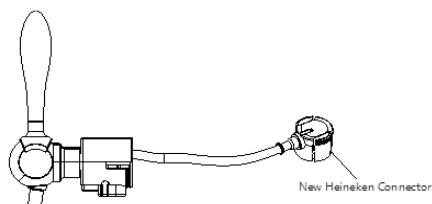

Figure 5 (*Pour un fût de 5 litres uniquement*)
6. Alignez le dispositif de vanne de sortie de la bière verticalement avec la le raccord du fût de bière au milieu de la surface supérieure de celui-ci et enfoncez-le immédiatement dans le fût de bière. Lorsque vous entendez un clic, cela indique que le raccord est bien en place sur le fût de bière (comme le montre les figures 5 et 6 ci-dessous). Après avoir installé le dispositif de
7. **POUR UN FÛT DE 5 L :** Remplacer le tuyau de bière par l'adaptateur (nouveau raccord Heineken) au robinet du refroidisseur. Ensuite, branchez l'adaptateur au raccord de bière du robinet (figure 5).